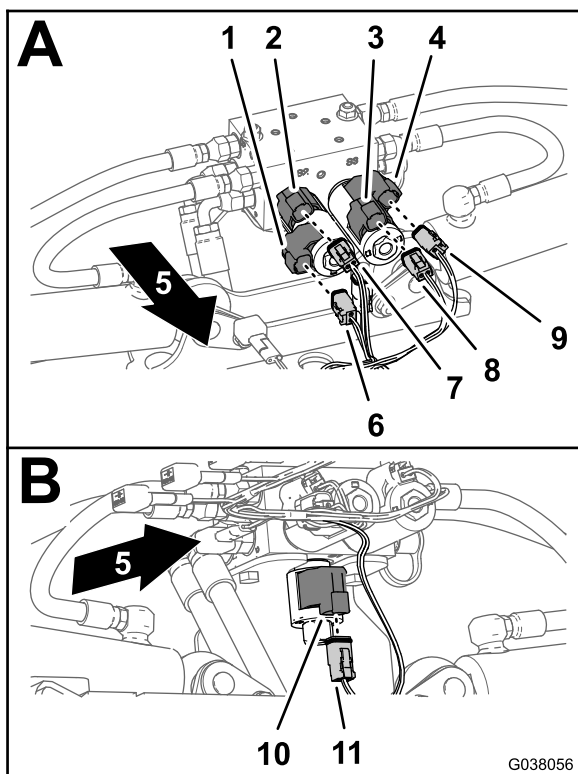

Рисунок 115
ЦИЛИНДРА) заднего жгута проводов к 2-штыревому соединителю электромагнита опускания левого цилиндра (Рисунок 115).
соединитель с маркировкой LEFT UP SOLENOID (ЭЛЕКТРОМАГНИТ ПОДЪЕМА ЛЕВОГО ЦИЛИНДРА) заднего жгута проводов к 2-штыревому соединителю электромагнита подъема левого цилиндра (Рисунок 115).
3. В месте расположения верхнего правого электромагнита подсоедините 2-гнездовой соединитель с маркировкой RIGHT UP SOLENOID (ЭЛЕКТРОМАГНИТ ПОДЪЕМА ПРАВОГО ЦИЛИНДРА) заднего жгута проводов к 2-штыревому соединителю электромагнита подъема правого цилиндра (Рисунок 115).
4. В месте расположения нижнего правого электромагнита подсоедините 2-гнездовой соединитель с маркировкой RIGHT DOWN SOLENOID (ЭЛЕКТРОМАГНИТ ОПУСКАНИЯ ПРАВОГО ЦИЛИНДРА) заднего жгута проводов к 2-штыревому соединителю электромагнита опускания правого цилиндра (Рисунок 115).
5. В нижней части коллектора подъемного цилиндра подсоедините 2-гнездовой соединитель заднего жгута проводов с маркировкой ENABLE SOLENOID (ЭЛЕКТРОМАГНИТ ВКЛЮЧЕНИЯ) к 2-штыревому соединителю электромагнита включения (Рисунок 115).